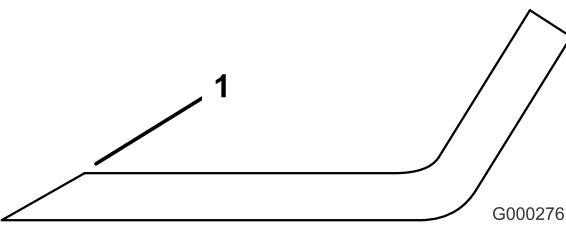

Figure 47
1. Au moyen d'une lime, aiguissez les tranchants aux deux extrémités de la lame (Figure 47). Veillez à conserver l'angle de coupe d'origine. Limez la même quantité de métal sur chacun des deux tranchants pour ne pas déséquilibrer la lame.